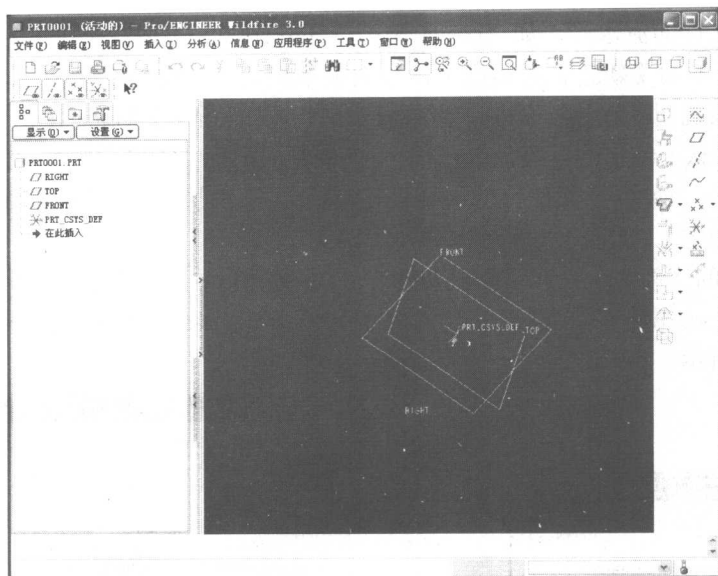

图 1-11 钣金设计窗口
5、完成建立新的钣金文件。新建文件的画面如图 1-11 所示,该新建的钣金特征中只有基准平面和坐标系。